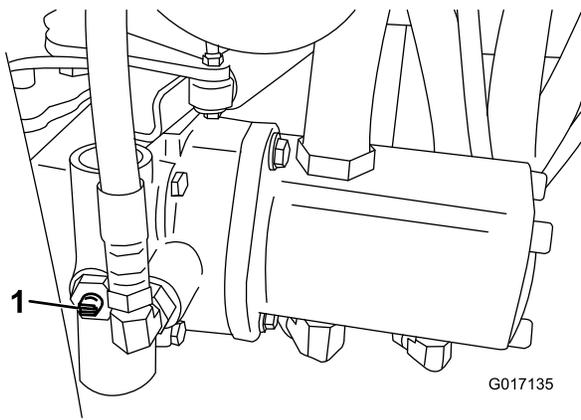

Bild 32
1. Ermitteln Sie das Sicherheitsventil an der Pumpe und drehen es so, dass der Schlitz vertikal ist (Bild 32).
2. Schließen Sie vor dem Starten des Motors das Sicherheitsventil. Drehen Sie den Schlitz des Ventils in die horizontale Stellung (Bild 32). Starten Sie den Motor nie, wenn das Ventil noch offen steht.